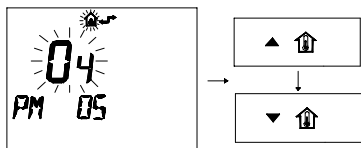

Figura 8.12
- Modificare il SET programmato agendo sui pulsanti ▲ (up), ⬆️ (down) o ▼ (down) e ▲ (up) ed aspettare che il numero programmato cominci a lampeggiare Figura 8.12.